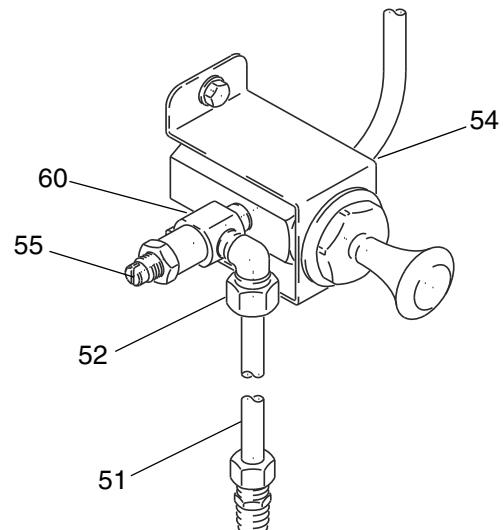

FIG. 5
Skruta strypventilen (55) in i tryck/drag-ventilen (60) enligt FIG. 5. Montera ventilen på lämplig höjd på väggen med monteringsfästet (54). Anslut huvudlufttillförselet till ventilen. Skruva vinkelfästet (52) in i strypventilens 1/8 npt (hona)-inlopp. Tryck ena ändan av kopparröret (51) in i vinkelns och dra åt kopplingen. Skruva den raka kopplingen (53) in i lyftens basplatta (17). Tryck in den andra änden av kopparröret (51) in i denna koppling och dra åt.